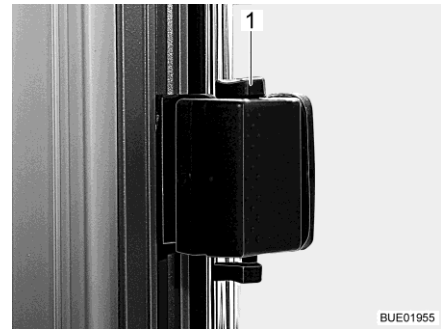

Fig. 104 Fenêtre coulissante, déverrouillée
- Pousser le verrou (Fig. 104,1) vers le haut.